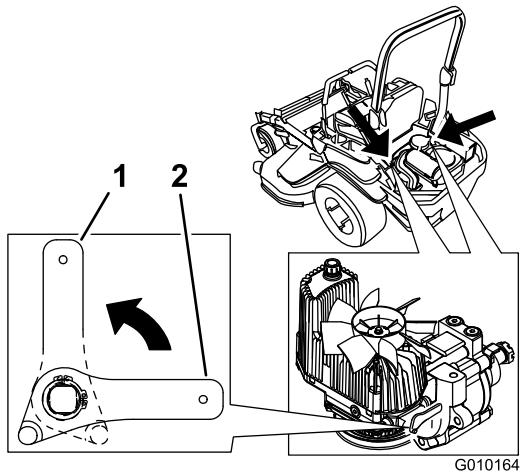

Figura 36
2. Ruotate verticalmente le leve delle valvole di rilascio per spingere le macchine. L'olio idraulico bypassa quindi la pompa, consentendo alle ruote di girare (Figura 36).
4. Ruotate orizzontalmente le leve delle valvole di rilascio per guidare le macchine (Figura 36).